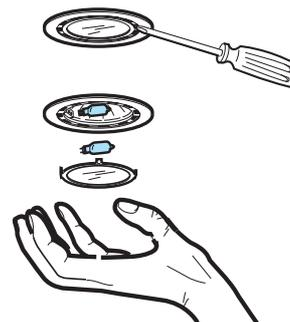

Fig. 6
- Débloquez la protection de l'ampoule avec un tournevis à lame plate ou tout autre outil similaire. **Fig. 6.**